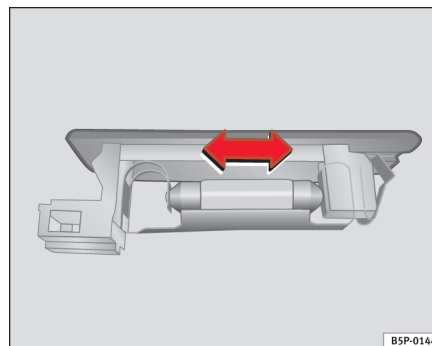

Fig. 199 Bagagerumslys
- Tryk pæren til side, og tag den ud af holderen ⇒ side 269, fig. 199. ■